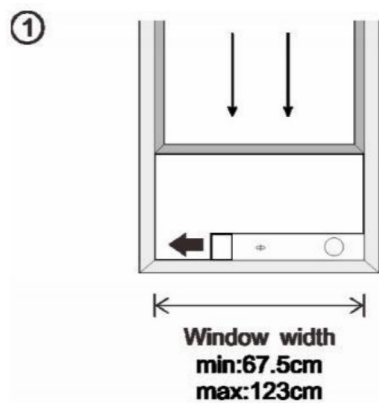
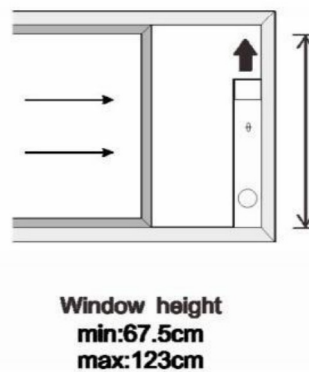

Abb. 5
Abb. 5a
Das Fenster-Schiebeset wird meist „waagerecht“ oder „senkrecht“ montiert. Prüfen Sie vor der Montage die Mindest- und Höchstmaße des Fensters, wie in Abb. 5 und Abb. 5a dargestellt.
1. Montieren Sie das Fenster-Kit am Fenster (Abb. 5, Abb. 5a);